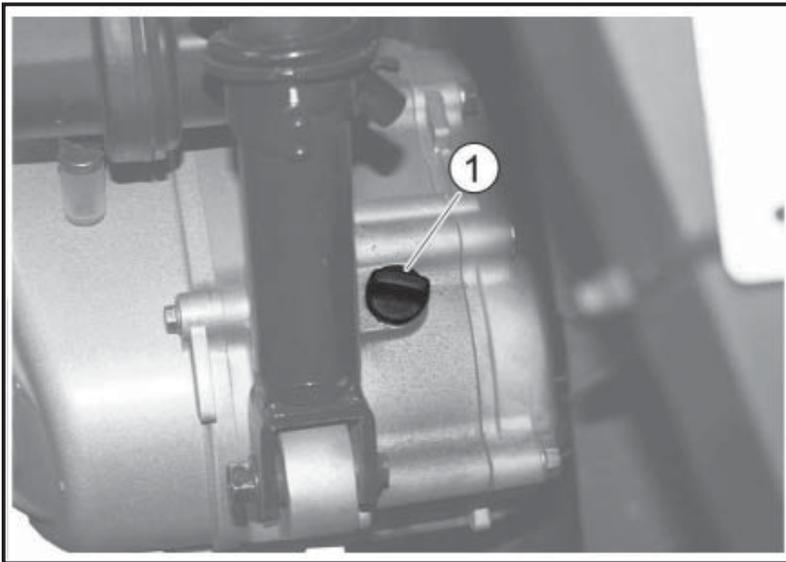

Fig. 01
- Dévisser le bouchon « **1 - Fig. 01** ».